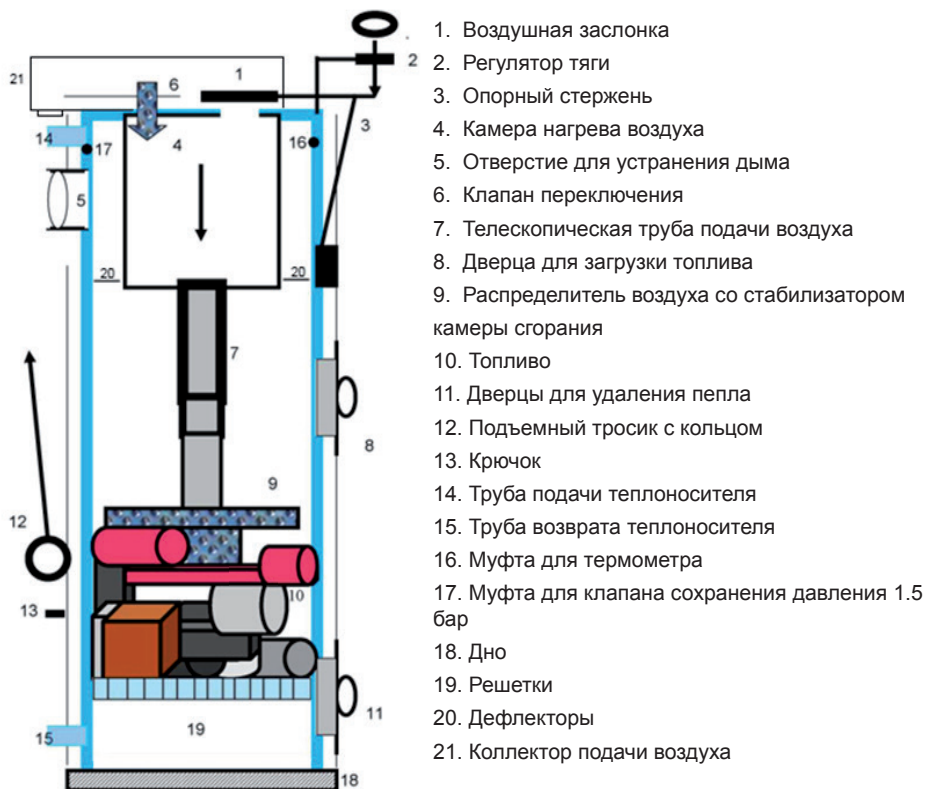
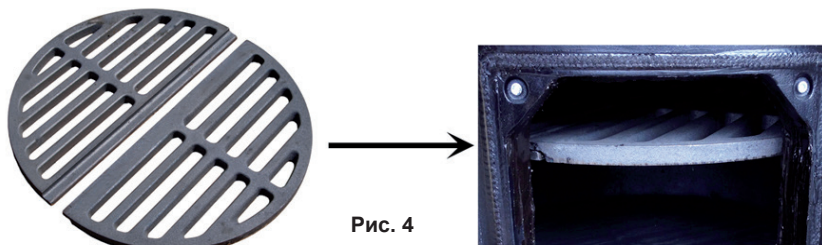
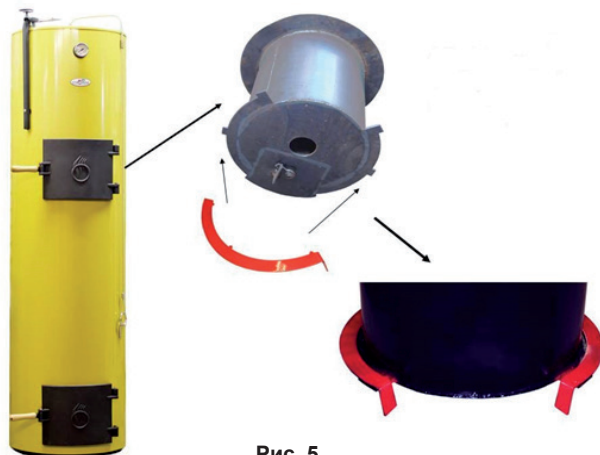

Рис. 1
Рис. 4
Рис. 5
## 2.1. ОПИСАНИЕ КОНСТРУКЦИИ КОТЛА (Рис. 1)
На самую маленькую часть телескопической трубы подачи воздуха (7) (Рис. 1) насаживается стабилизатор камеры сгорания (Рис. 3), который в новых котлах – цельный. Мы также производим и восстановленные стабилизаторы из двух частей. Если на телескопической трубе подачи воздуха (7) (Рис.1) есть три отверстия, то стабилизатор фиксируется в третьем отверстии с помощью штыря, а если отверстие лишь одно – необходимо дополнительно сделать еще одно отверстие над существующим отверстием на расстоянии в 55 мм. Прикрепив стабилизатор, прикрепляется распределитель воздуха (Рис. 3).
При сжигании очень сухих и мелких дров, гранул, древесных брикетов и угля, распределитель крепится на центральном отверстии, чтобы расстояние между концом трубы подачи воздуха (7) (Рис. 1) и распределителем уменьшилось до 5-7 мм.
### 3.3. РЕШЕТКИ (Рис. 4)
Используйте решетки (19) (Рис. 1); (Рис. 4) при топке гранулами, углем, торфом или брикетами из древесных опилок. Решетки необходимо повесить на крючки, расположенные в нижней части котла, открыв нижнюю дверцу (11) (Рис. 1). Решетки (19) (Рис. 1); (Рис. 4) найдете в комплектации, открыв нижние дверцы для удаления пепла (11) (Рис. 1). Эта деталь подвешивается в котле „U“ для того, чтобы дополнительный воздух попал через воздушный канал в нижней части котла, который необходим при топке котла углем или торфяными брикетами. В котле „БИО“ решетки подвешиваются для того, чтобы образовавшийся уголь полностью сгорел. Поместите решетки (19) (Рис. 1); (Рис. 4) на дно универсального и „БИО“ котла при топке древесиной. Данная деталь комплектуется при покупке универсального и „БИО“ твердотопливного котла „Stropuva“. Для замены решетки изготавливаются из двух частей.
### 3.4. ДЕФЛЕКТОРЫ (Рис. 5)
Дефлекторы (полумесяцы) 2 шт.(Рис. 5) предназначены для повышения экономичности котла. Установив котел рекомендуем поместить дефлекторы (20) (Рис. 1) через верхние дверцы для загрузки топлива (8) (Рис. 1) на внутренний бочок воздушного подогревателя, на его нижнюю часть.
Если в котле слишком сильная тяга, запустите дополнительный воздух из котельной, используя клапан (зажим дымохода) (Рис. 6), который находится на отверстии для устранения дыма (5) (Рис. 1). Для того, чтобы уменьшить тягу и вибрацию, необходимо открыть отверстие дымохода. Для увеличения тяги – закройте отверстие с помощью зажима дымохода (Рис. 6).
Клапан предназначен для защиты твердотопливных котлов от перегрева. Когда давление воды достигает опасного уровня, клапан открывается, в результате чего горячая вода сливается в канализацию, и в то же время, когда давление в системе падает, отопительная система заполняется холодной водопроводной водой с помощью автоматического пополнения. Клапан должен быть установлен в верхней части котла (17) (Рис. 1) возле дымохода (смотреть пункты 6.2; 6.3; 6.4 в схеме подключения Нр. 23). Холодная водопроводная вода подсоединяется к автоматическому пополнению системы, которое устанавливается на линии возврата теплоносителя отопительной системы вблизи котла.